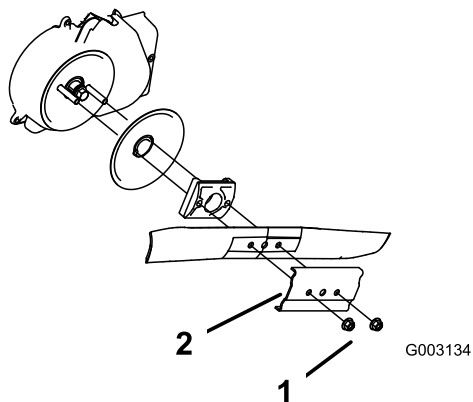

Bild 51
3. Entfernen Sie die beiden Messermuttern und die Verstärkung (Bild 51).
4. Nehmen Sie das Messer heraus (Bild 51).
5. Bauen Sie das neue Messer ein (Bild 51).